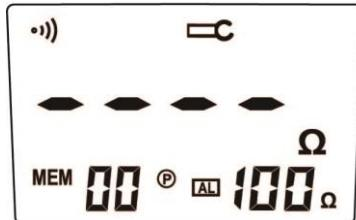
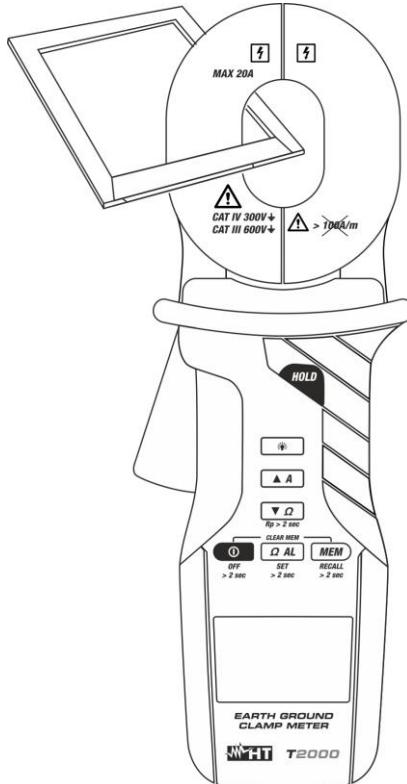

Fig. 7
Fig. 8: Mesure de Résistance de la boucle de test
- Ouvrir le tore doucement (l'écran affiche Fig. 7) et insérer une des boucle de test fournie (voir la Fig. 8).
- Ouvrir le tore doucement (l'écran affichera Fig. 7) insérer le déperditeur dans la mesure et lire le résultat à l'écran.